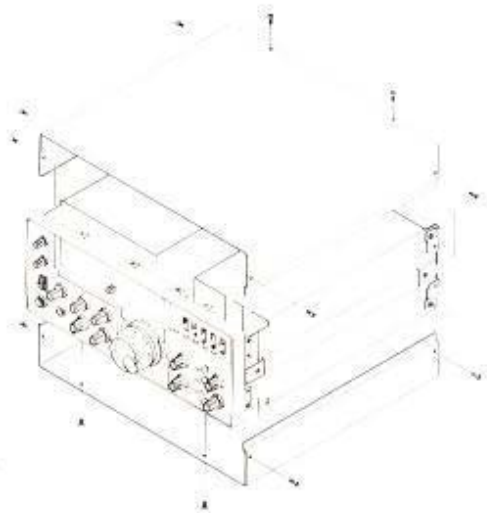
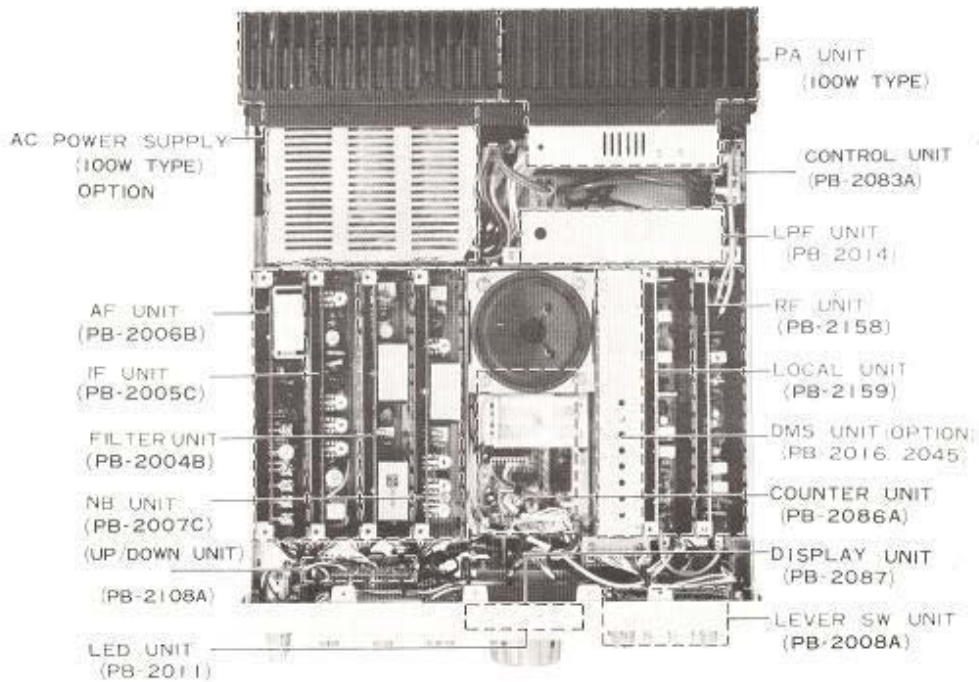

Figura 9
Figura 10
- 1) Remueva la tapa superior previa remoción de los tornillos, como se indica en la figura 9.
Remueva la tapa superior como se indica en la figura 9 e instale la Unidad DMS en la posición indicada en figura 10.
Localice el portabaterías mediante la figura 10. Utilice dos baterías del tipo "AA". Ponga atención con la polaridad de la baterías.